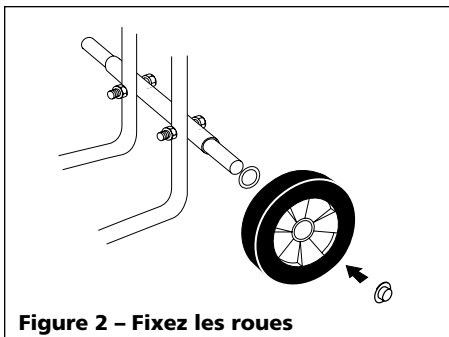

Figure 2 - Fixez les roues
- Glissez une rondelle de 5/8 po de D.I. et la roue sur chaque extrémité de l'essieu. Utilisez le marteau et tapez une vis pal dans chaque extrémité de l'essieu pour garder les roues en place (Voir la Figure 2).